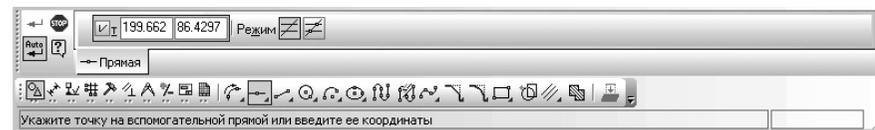

Рис. 8.61. Панель свойств: Горизонтальная прямая,
**Панель свойств: Горизонтальная прямая, Компактная панель** с нажатой кнопкой  **Горизонтальная прямая** и строка сообщений показаны на рис. 8.61.